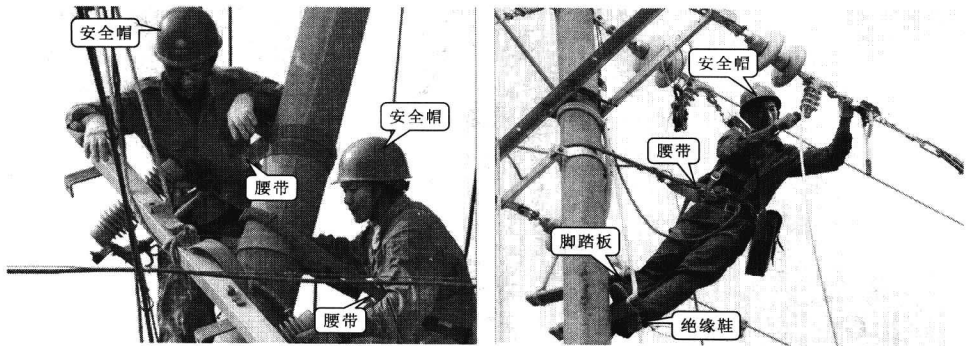

图 1-8 电工维修人员进行实际作业时的安全带防护措施。
(1) 在使用安全带时,应注意以下几点。
① 电工作业时,在基准面 2 m 以上高处作业必须系安全带。
② 使用安全带时,应将安全带系在腰部,挂钩要扣在不低于作业者所处水平位置的可靠处,不能扣在作业者的下方位置,以防止坠落时加大冲击力,使作业者受伤。图 1-8 所示为电工维修人员进行实际作业时的安全带防护措施。